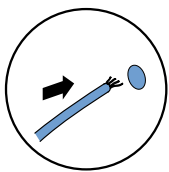

Abb. 2.3 Aufhängen der elektrischen Markisenbedienung
1. Hängen Sie die Markise in die Wandhalterungen ein. Siehe Abbildung 2.3 für elektrische Bedienung bzw. 2.4 für manuelle Steuerung Mono innen.